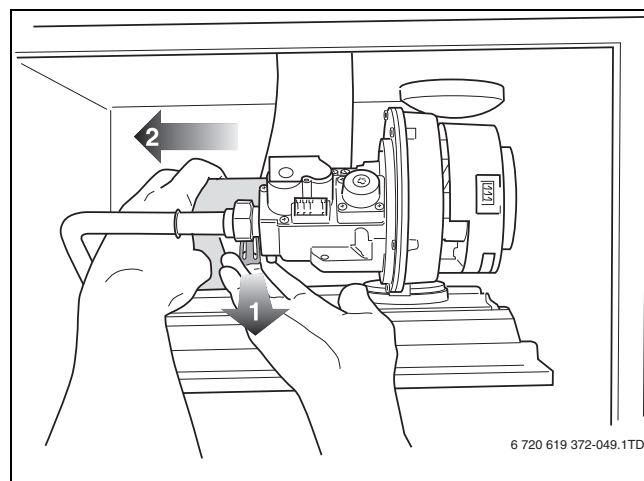

Bild 88 Luftansaugrohr vom Gebläse abziehen
- Luftansaugrohr vom Gebläse abziehen (→ Bild 88).